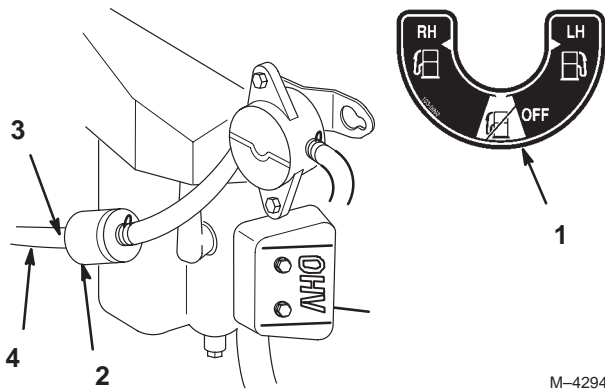

Figure 40
5. Posez un filtre neuf et rapprochez les colliers de fixation du filtre (Fig. 40).
2. Fermez le robinet d'arrivée de carburant (Fig. 40).
3. Desserrez le collier de serrage au niveau du filtre à carburant et repoussez-le le long de la conduite d'alimentation pour l'éloigner du filtre (Fig. 40).
4. Débranchez la conduite d'alimentation du filtre (Fig. 40).
5. Ouvrez le robinet d'arrivée de carburant des réservoirs gauche et droit, et laissez le carburant s'écouler dans un bidon ou un bac de vidange. (Fig. 40).
- Raccordez la conduite d'alimentation au filtre. Rapprochez le collier de serrage du filtre pour fixer la conduite d'alimentation (Fig. 40).